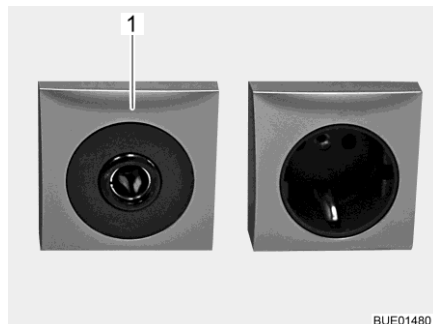

Fig. 201 Prise de courant 12 V/10 A
- ▷ Ne brancher aux prises de courant (Fig. 201,1) du réseau de bord 12 V que des appareils de maximum 10 A.